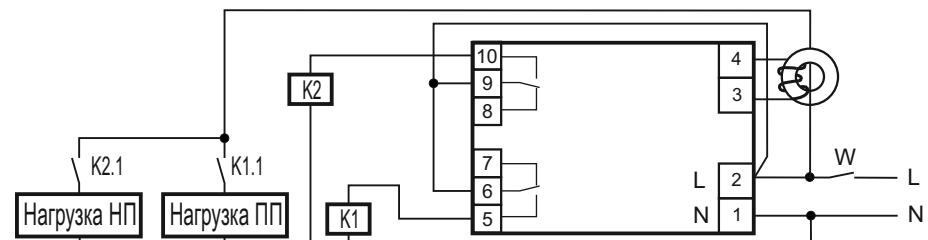

Рис.2. Схема подключения нагрузок к устройству RN 1F-25
**8.2.** Подключите нагрузку к изделию согласно рис. 2. Для этого используйте провод сечением, соответствующим мощности нагрузки. Заземленная нейтраль N подключается на контакт 1 изделия, нагрузкам и катушкам контакторов. Фазное напряжение L может подаваться через выключатель W или напрямую и подключается к контактам 2, 6, 9 изделия и через отверстие в трансформаторе тока на силовые клеммы контакторов. Кроме того, нагрузки ПП и НП подключаются ко вторым силовым клеммам контакторов, а вторые выводы катушек контакторов подключаются к контактам 5 (ПП) и 10 (НП) изделия. Трансформатор тока подключается к выводам 3 и 4 изделия.